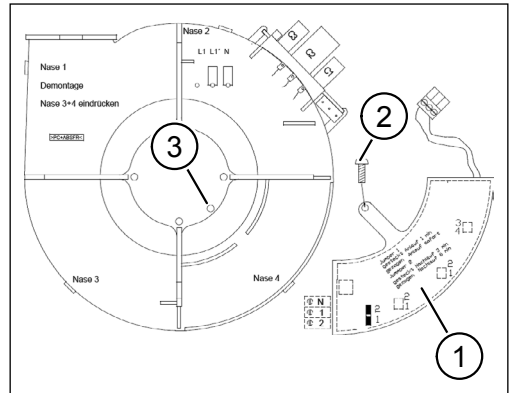

Abb. 26: Steuermodul einbauen
- ▶ Befestigen Sie das Steuermodul (Pos. 1 in Abb. 26) mit der mitgelieferten Schraube (Pos. 2 in Abb. 26) an der Frontseite des Spiralgehäuses (Pos. 3 in Abb. 26).
- ▶ Entfernen Sie das Steuermodul vom Lüftermotor, indem Sie die Befestigungsschraube (Pos. 2 in Abb. 26 auf Seite 37) für das Steuermodul lösen. Die Potentiometer zur Einstellung der Lüfterfunktion befinden sich an der Unterseite des Steuermoduls.